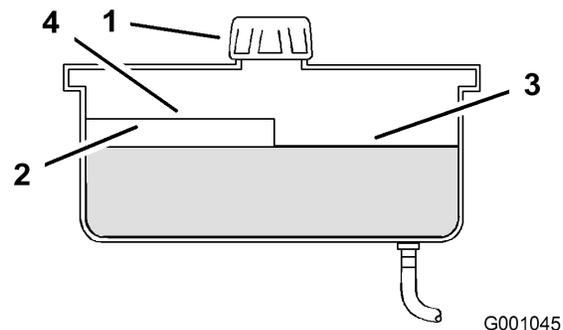

Figura 66
2. Limpie alrededor del cuello de llenado del depósito de aceite hidráulico (Figura 66).
3. Retire el tapón del cuello de llenado. Mire dentro para ver si hay aceite en el depósito (Figura 66).
Nota: El nivel de aceite debe llegar a la parte superior del nivel caliente del tabique cuando el aceite está caliente (Figura 66).